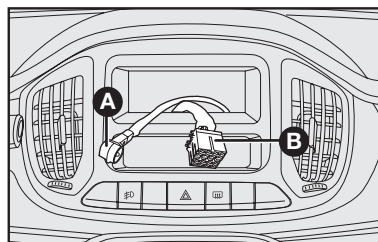

fig. 109
- Cable y conexión para la alimentación de la radio **B-fig. 109**.
- Cables y conexión para la antena de techo **A-fig. 109**.
- Cable y conexión de los altavoces y tweeters **B-fig. 109**.